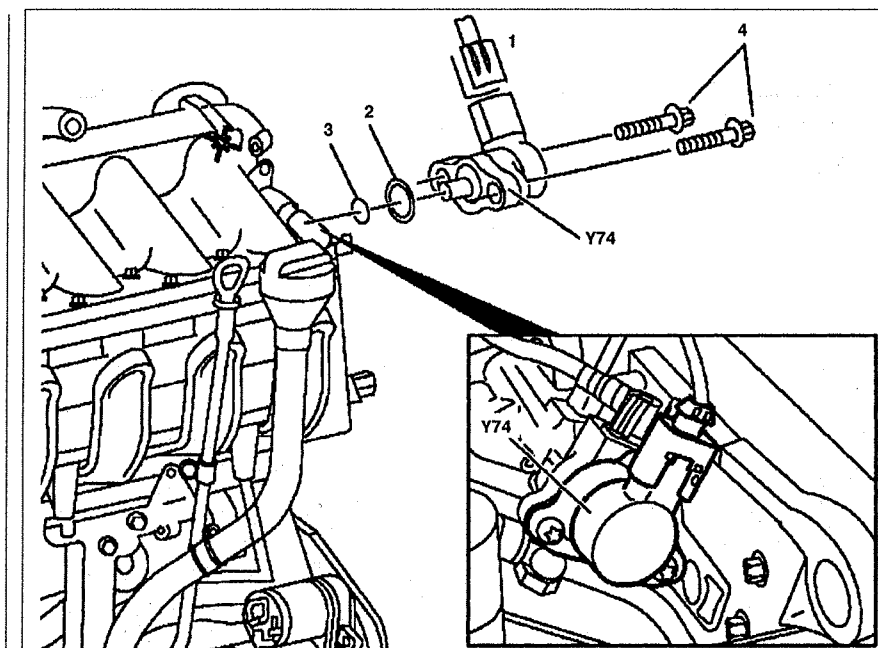

Рис. 5.63. Клапан регулировки давления топлива:
2. Снимите клапан регулировки давления топлива Y74 (см.рис.5.63).